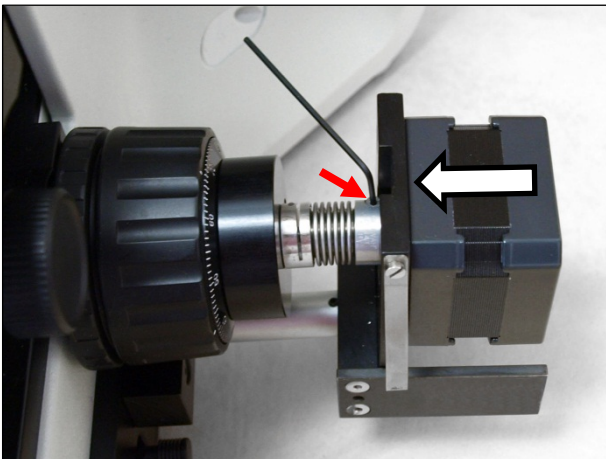

Abb. 11
- ▶ Schieben Sie die Kupplung (3) bis zum Anschlag auf die Mitnehmerscheibe (2), wie in Abb. 11 dargestellt.
- ▶ Ziehen Sie die gekennzeichnete Klemmschraube fest. Verwenden Sie dazu den Innensechskantschlüssel SW 1,5 (7).